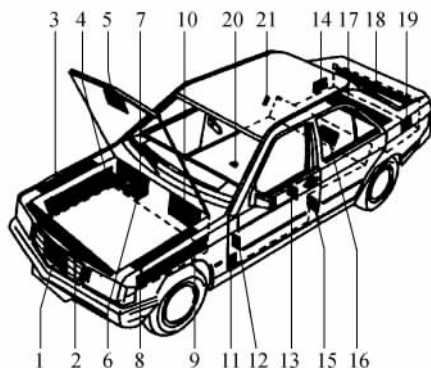

图 3-6 色号位置
(1) 色号的查询 大多数汽车的颜色信息(即原厂色号)附在车身某个或几个特定部位上(即色号牌上)。查看汽车厂出厂编码板,记下编码板上所示汽车制造厂商的油漆编码(VIN),这对调色非常有帮助。不同的厂商油漆编码的位置是不同的。表3-3列出了部分国外汽车制造厂商油漆编码位置与图3-6所指位置代号相配合。